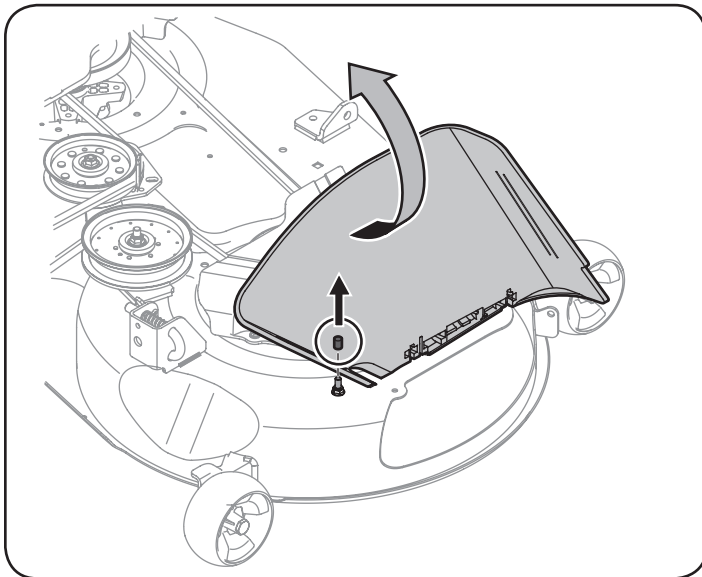

Figure 3
1. Faites pivoter le déflecteur de la goutlotte vers le haut et retirez le couvercle de protection de la goupille se trouvant à la surface du pont de coupe. Consultez la Figure 3.